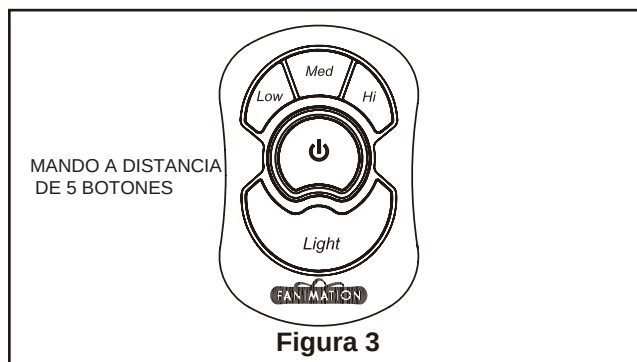

Figura 3
- ☐ 3. El transmisor del mando a distancia de 5 botones incluye 5 botones para controlar las velocidades baja, media y alta del ventilador, así como el encendido y apagado del mismo. (Figura 3)